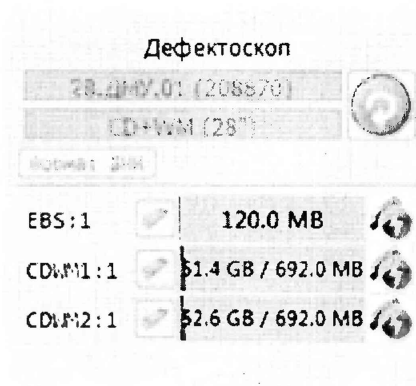

Рисунок 15 – Соединение дефектоскопа и ПО
8.4.2.9 Для согласования дефектоскопа с ПО нажмите кнопку  в поле «Дефектоскоп». В результате должны отметиться зелеными галочками все подключенные блоки (Рисунок 15).